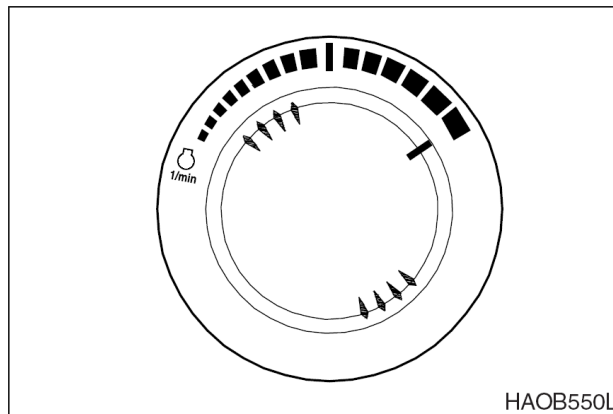

Рис. 23
5. Установить скорость двигателя на диске в положение "высокие обороты холостого хода" **HIGH IDLE** (рис. 23).